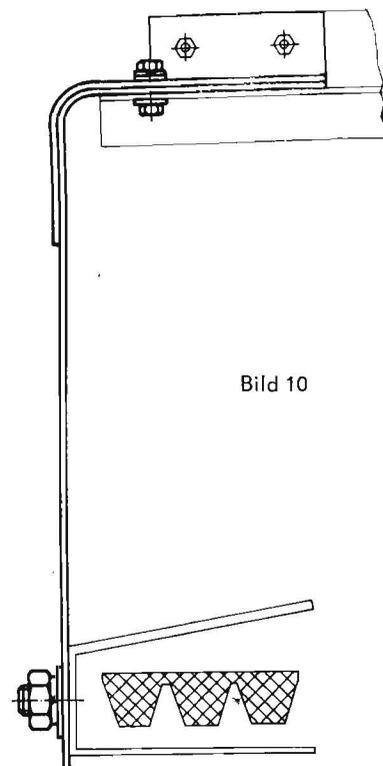

Bild 10
4.2.14. Schutz (Bild 3 – Pos. 16 und Bild 10)